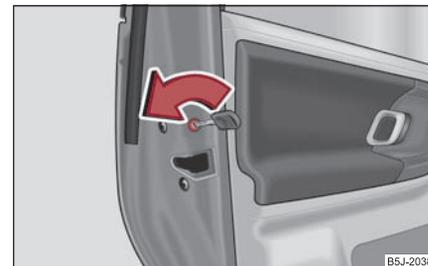

Fig. 35 Seguro para niños en las puertas traseras
- Gire con la llave del vehículo la ranura en la puerta trasera en sentido de la flecha ⇒ fig. 35.